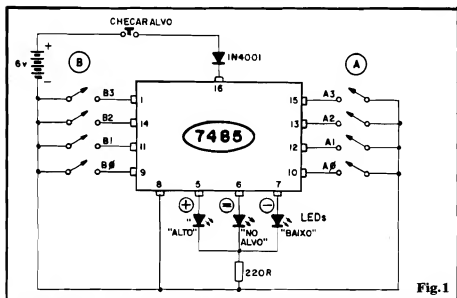

Fig.1
- FIG. 1 - O CIRCUITO - Tudo está centrado (na verdade ele é o único "componente" ativo...) num Integrado TTL 7485, classificado como comparador de magnitude/4 bits, ou seja: apresenta dois conjuntos de Entradas, cada um com acesso para 4 bits ou quatro "pesos" binários e um conjunto de Saídas, em número de 3, sendo uma para "A = B", uma para "A < B" e uma para "A > B", de forma que, dependendo da comparação do número binário oposto às duas Entradas de 4 bits, uma (e apenas uma das Saídas, indicará (ficando digitalmente "alta"... a relação de grandezas entre as tais Entradas... É simplesmente tudo o que queremos! Observando o esquema (fig. 1) verifiquemos as Entradas "A" e "B" e lembrem-se que, estando o interruptor acoplado a cada um dos bits, desligado, a referida Entrada é interpretada pelo